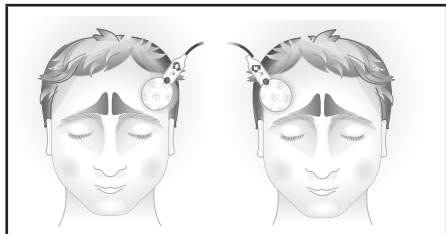

图 3-4: 将传感器贴在患者前额
5. 放置传感器线缆, 使其远离患者脸部, 将传感器贴在患者前额任意一侧眉骨上方位置, 避开额窦 (参见图 3-4)。